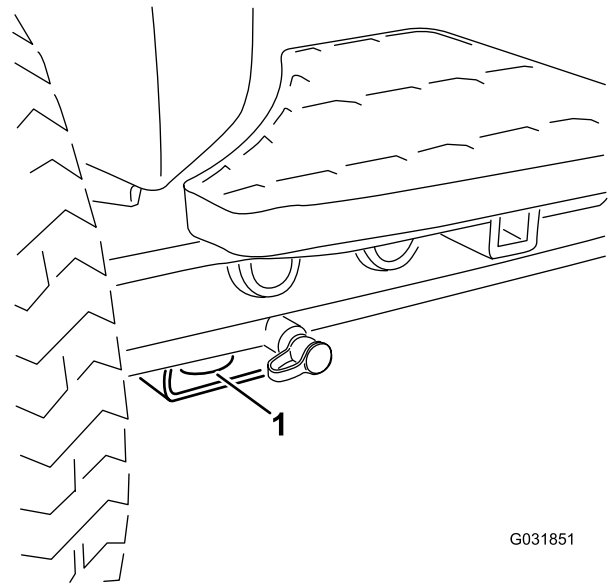

Figure 73
- Arrimez solidement la machine. Les sangles avant et arrière doivent être dirigées vers le bas et l'extérieur de la machine ; voir la Figure 73 et la Figure 74.
- Avant – trou du patin rectangulaire, sous le tube d'essieu, à l'intérieur de chaque roue avant (Figure 73)